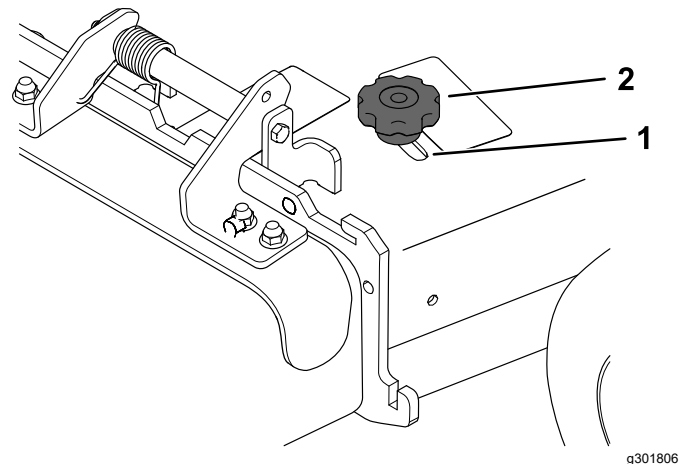

Bild 23
3. Lösen Sie das Handrad, um das Ablenklech einzustellen (Bild 23).